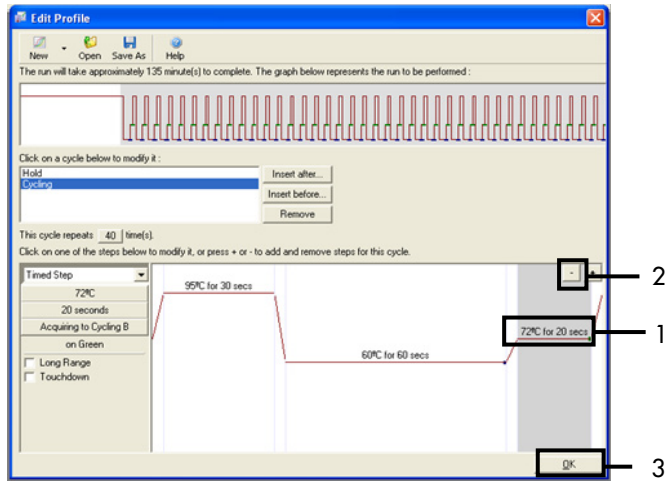

Figure 28. Suppression de l'étape d'élongation. 1 = troisième étape ; 2 = bouton de suppression ; 3 = bouton « OK ».
11. Mettre la troisième étape en surbrillance et cliquer sur le bouton - pour la supprimer. Cliquer sur OK (figure 28).